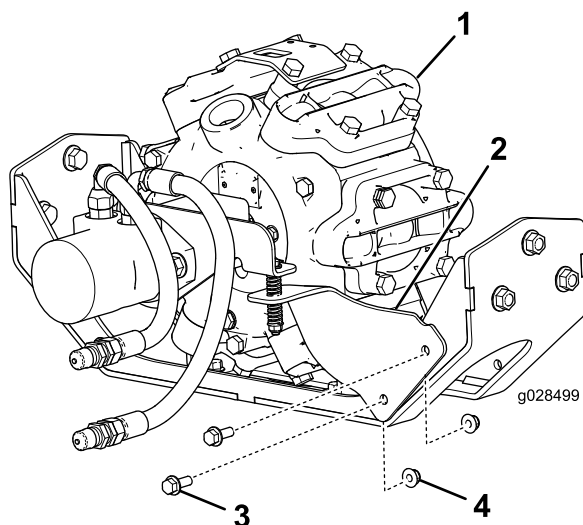

Figura 6
1. Instale o suporte antirrotação no suporte dianteiro esquerdo na bomba do pulverizador com 2 Pernos de cabeça flangeada (3/8 x 1 pol.) e 2 porcas flangeadas (3/8 pol.), conforme indicado em Figura 6.